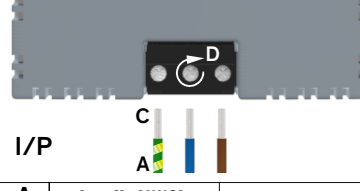

Fig.3
- Tous les fils d'entrée et de sortie doivent être correctement étiquetés pour le bloc d'alimentation et être branchés à la bonne polarité. Fig.3
- Todos los cables de entrada y salida deben tener valores nominales adecuados para la fuente de alimentación y deben conectarse con la polaridad correcta. Fig.3